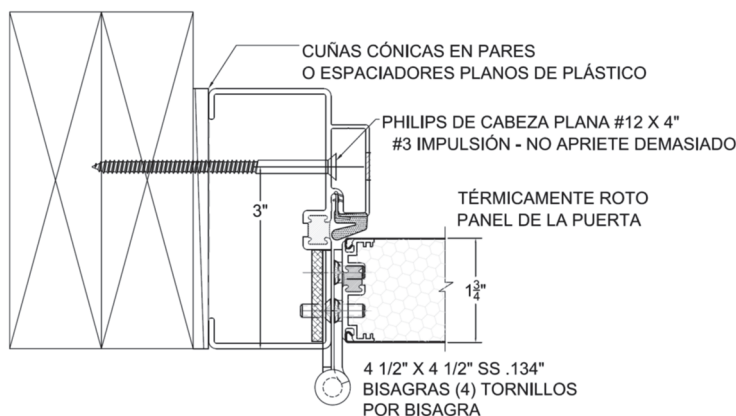

FIG. 2 Acuñe el marco e instale los tornillos
PASO 2 Asegúrese de que la jamba de la bisagra esté en la posición correcta y vertical. **NO ABRAS LA PUERTA.** Usando (2) tornillos de cabeza plana Philips #12 x 4" (incluidos), fije sin apretar la jamba de la bisagra al marco estructural a través de los orificios ocultos superior e inferior del marco exterior provistos. Mida las diagonales del marco exterior, ajústelas para que sean iguales. Haga coincidir e instale (2) tornillos de cabeza plana Philips #12 x 4" en los orificios superior e inferior en el lado coincidente del marco exterior. Ver FIG. 2.